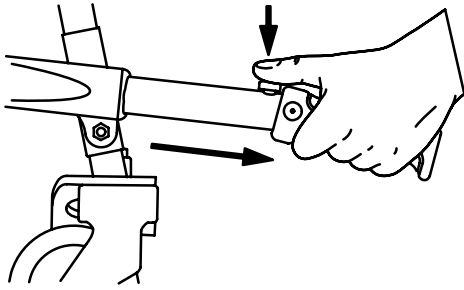

Figura 6 – Mangos elevadores del extremo de los pies
2. Operador del extremo de los pies: Pulse los botones rojos de liberación para extender los mangos elevadores del extremo de los pies y tire de los mangos hacia fuera hasta el tope (Figura 6). Suelte los botones para bloquear los mangos.